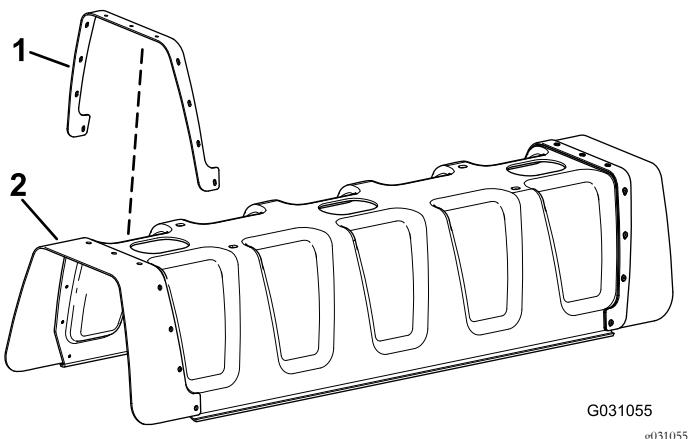

Bild 3
2. Flüchten Sie die Löcher an der Verstärkungsplatte mit den Löchern an der Gummiabdeckung aus (Bild 3).